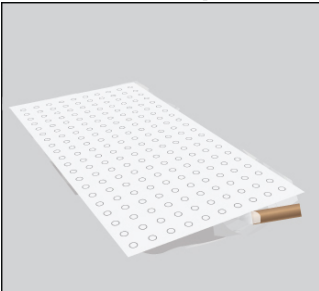

Figura 10: limpie la pasta adhesiva excesiva y selladora.
2. Limpie al exceso de pasta adhesiva: Si después de fijar a mano, la pasta no apriete afuera de los bordes de las hojas abovedadas, una aplicación adicional de la pasta será necesario. Para hacer eso, levante suavemente la hoja abovedada, ponga la boquilla de la pasta y aplique un poco de la pasta. Fije a mano la hoja en la pasta adhesiva. Limpie cualquier exceso de la pasta alrededor de los empalmes de la costura y de bordes utilizando el raspador de madera (suministrado). (Figura 10) Utilice el raspador de madera para palear el exceso de pasta adhesiva. Utilice las toallas de papel suministradas para limpiar la madera raspada en intervalos regulares.